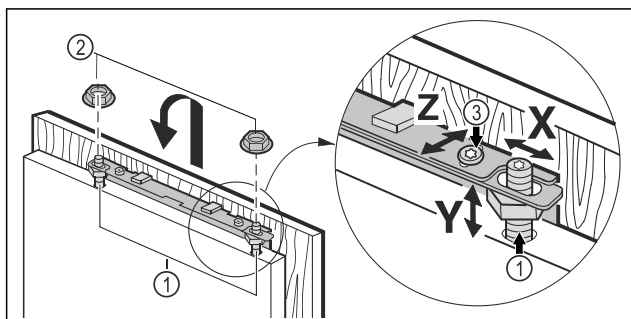

Fig. 44
- ▶ Agganciare la porta del mobile sui bulloni di registrazione Fig. 44 (1) e avvitare i controdadi Fig. 44 (2), senza serrarli, sui bulloni di registrazione.
- ▶ Allineare la porta del mobile all'altezza Y e all'inclinazione laterale: Regolare i bulloni di registrazione Fig. 44 (1) con un cacciavite.
- ▶ Serrare Fig. 44 (3) i controdadi.